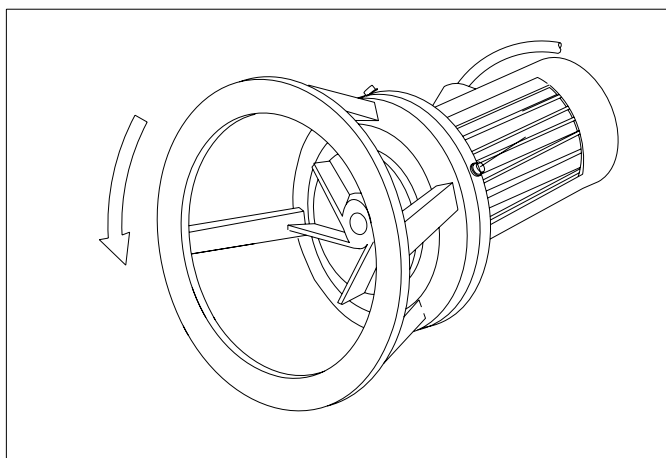

Fig. 5.2
- Mettez le mixeur en position horizontale. fig. 5.2. Au démarrage, la roue doit tourner dans le sens inverse des aiguilles d'une montre.